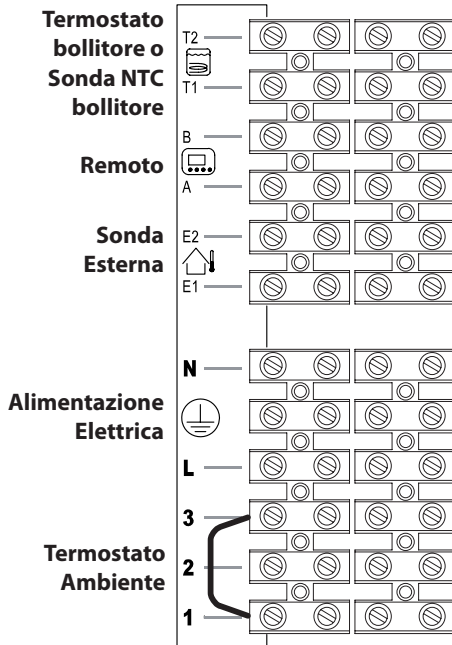
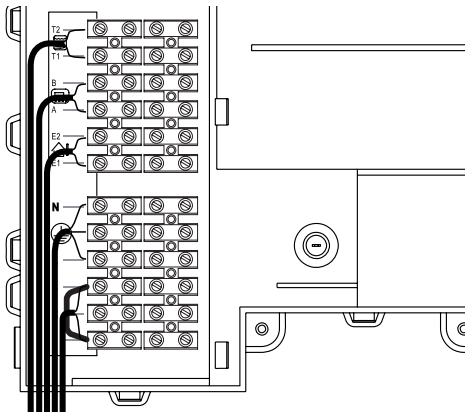

Figura 5.21
Figura 5.22
- Collegare il cavo di alimentazione elettrica proveniente dall'interruttore onnipolare alla morsettiera di alimentazione elettrica della caldaia Figura 5.21 rispettando la corrispondenza della linea (filo marrone) e del neutro (filo azzurro).
Il percorso del cavo o dei fili di alimentazione elettrica della caldaia e del termostato ambiente devono seguire il percorso indicato in Figura 5.22.
Per il collegamento di un termostato ambiente servirsi dei morsetti indicati in Figura 5.21.
Per il collegamento di valvole di zona servirsi dei morsetti termostato ambiente indicati in Figura 5.21 e Figura 5.22. I conduttori elettrici dei contatti del micro della valvola di zona vanno inseriti nei morsetti "1 e 3" della morsetteria termostato ambiente come in Figura 5.22.